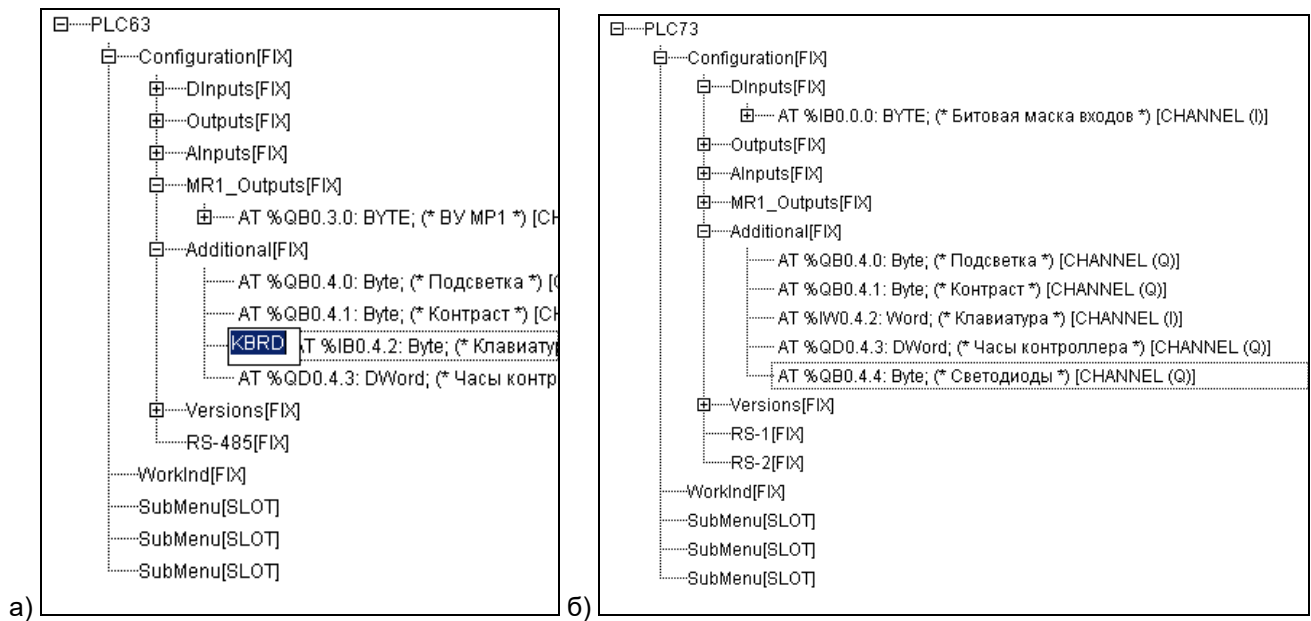

Рисунок 7.17 – Именование переменной «Состояние клавиатуры», а и переменная «Светодиоды» (только для ПЛК73), б
Модуль дополнительных параметров предназначен для настройки ЖКИ, клавиатуры, звука и часов реального времени на ПЛК (см. рисунок 7.17).
- 1) Переменной «Состояние клавиатуры» – присвоить имя (например «KBRD», см. рисунок 7.17, а).